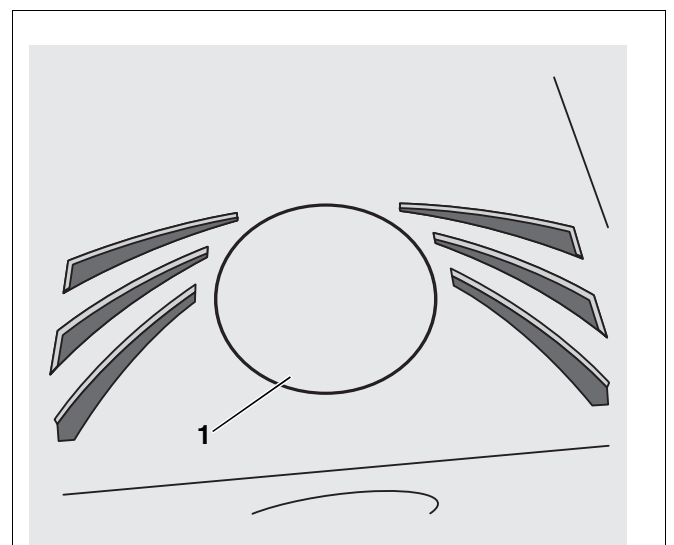

Abb. 35 Abgasanschluss Oberseite – äußere Abdeckplatte (blueline 5)
- Äußere Abdeckplatte (Abb. 35, **Pos. 1**) auf den Abgasanschluss Oberseite legen.